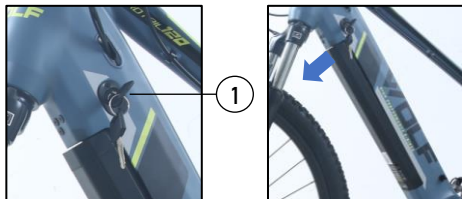

Imagen 2
- Gire la llave del suiche de la batería (1).
- Hale hacia abajo la batería, como se ve en la imagen 2.